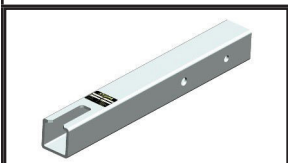

Bild 17
- STÖDMONTERING FÖR FÖRKOPPLINGSDON: A2305-65 (se bild 17)